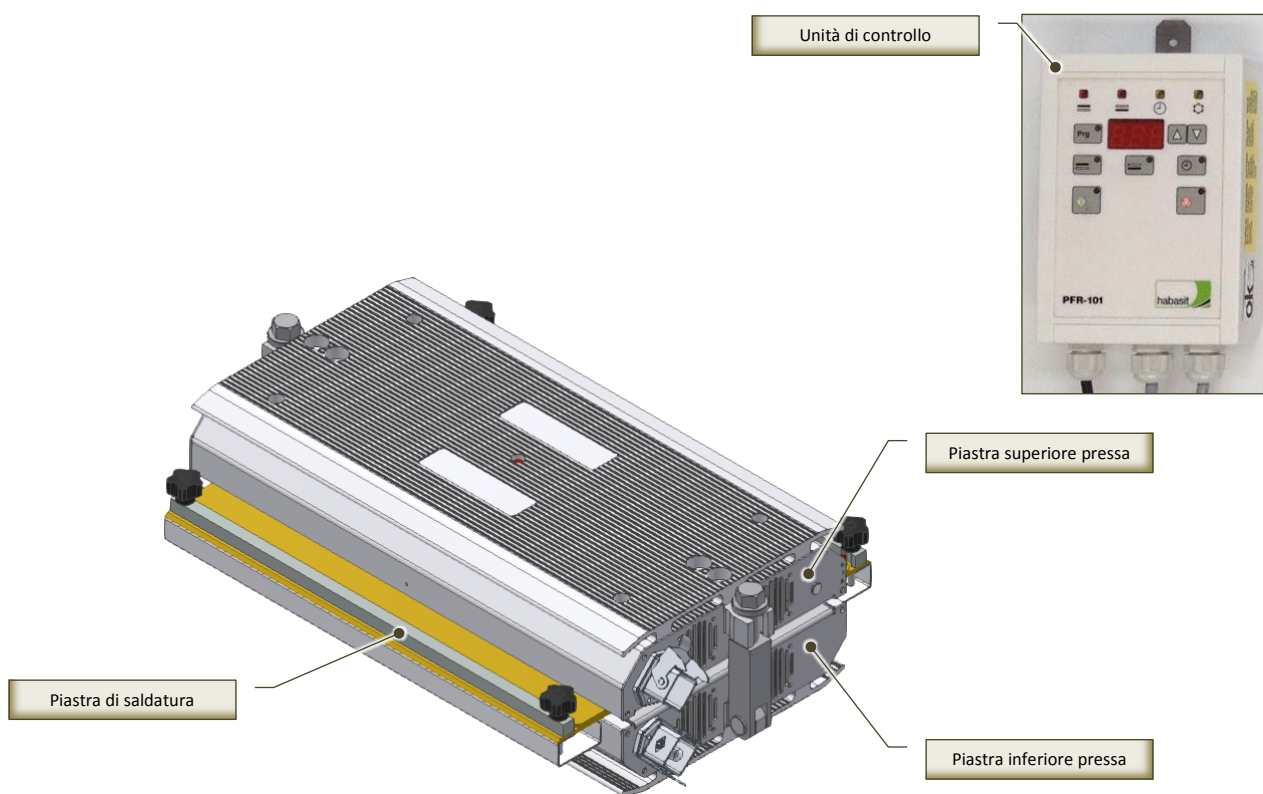

Fig. 5-1 - Pressa per giunzione a caldo
La Pressa per giunzione a caldo (Fig. 5-1), modello PML-100 / PML-200 / PML-300 / PML-600, è una macchina progettata e realizzata per consentire la giunzione a caldo di nastri Fabric e di cinghie dentate HabaSYNC.
- N° 1 pressa a caldo (Fig. 5-1) con manuale d'uso;